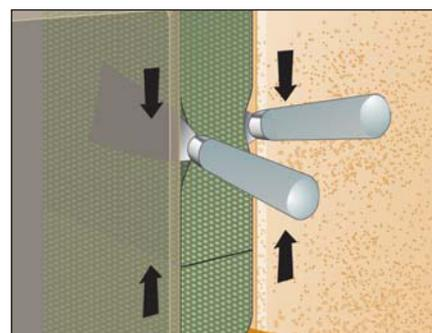

рис. 2. Соединение встык в монолитном строительстве
- При уплотнении влажных швов может быть нейтрализовано свойство самоклеящейся полосы, поэтому до момента полного расширения ленты ее необходимо зафиксировать при помощи клиньев (Рис. 2)